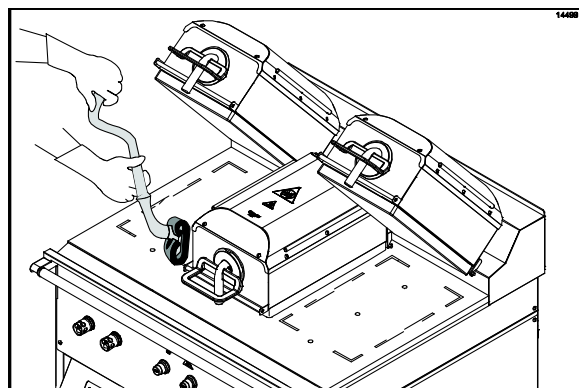

Figure 60
29. Appliquer le nettoyant pour gril aux deux côtés de la plaque du centre (Cf. Figure 60).